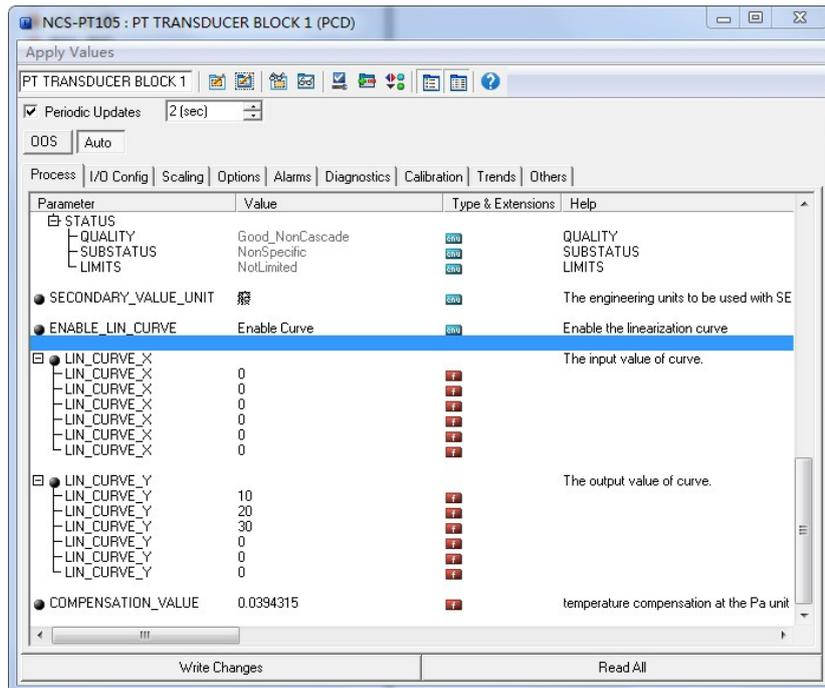

图 6.4 IN_CURVE_Y 的配置
- 1) 智能变送器提供 6 个校正点输入，即变换块的参数 LIN_CURVE_Y 数组，用户可以依次将要校准的压力值写入数组并选择好单位。例如，在进行三点插值校准时，用户选择 10 kPa，20 kPa，30 kPa 作为校准点，将这三个值依次写在 LIN_CURVE_Y 数组里，如图 6.4 所示。